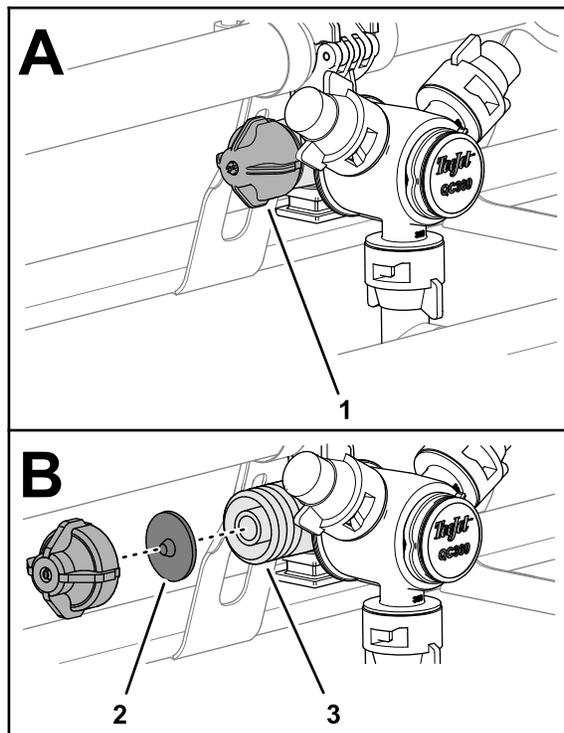

图 32
1. 逆时针旋转隔膜盖然后从喷嘴壳体上取下端盖图 32。
2. 从端盖或喷嘴壳体上拆下单向阀隔膜图 32。
3. 使用洁净的水清洗端盖、隔膜和喷嘴壳体图 32。
4. 将隔膜装入盖子使隔膜的尖头朝向盖子图 32。
5. 将盖子和隔膜组装到喷嘴壳体上用手拧紧图 32。